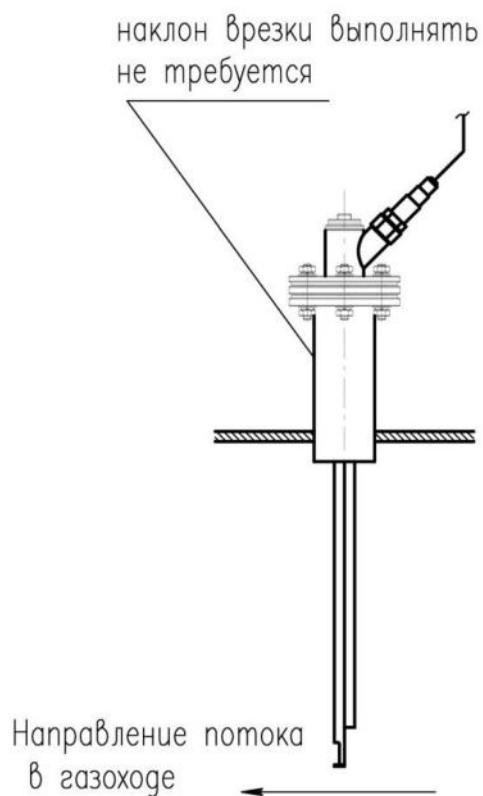
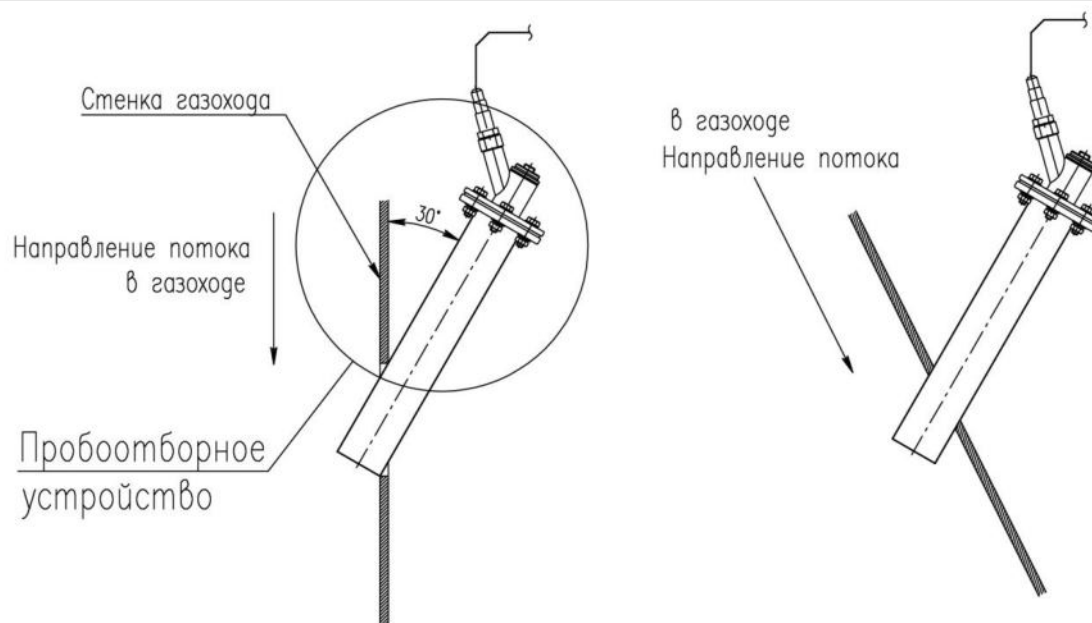
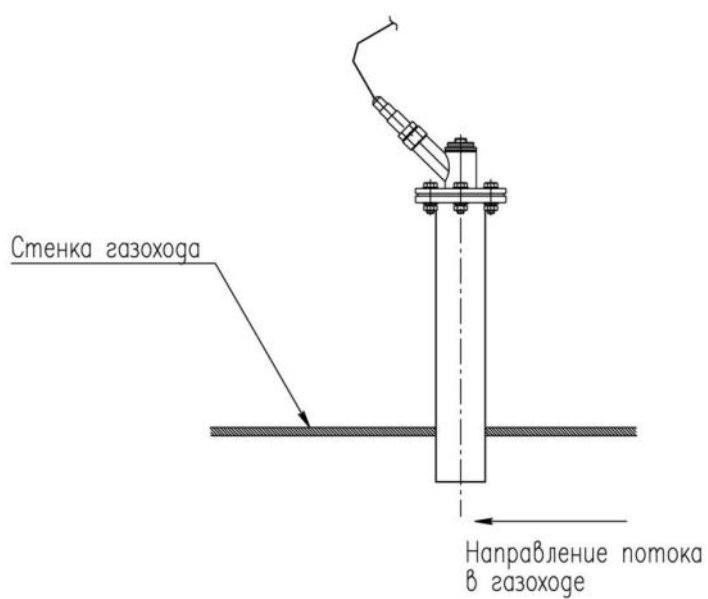

Рис. 5 – Рекомендуемое положение пробоотборного устройства для врезки с зондом (вертикальное)
Рис. 8 — Расположение пробоотборного устройства для вертикальных и наклонных участков шунтовых труб
Рис. 7 — Расположение пробоотборного устройства для горизонтальных участков шунтовых труб
Для шунтовых труб угольных котельных зонд может не использоваться, и камера измерительная устанавливается непосредственно на врезке, см. *Рис. 8, Рис. 7.*
– вертикальное, см. *Рис. 5*;
Рекомендуемые положения пробоотборного устройств для модификации без зонда (тип «косая врезка», для шунтовых труб) см. *Рис. 8, Рис. 7*:
При наличии в потоке газа большого количества твердых частиц, предпочтительное положение зонда – вертикальное (*Рис. 5, Рис. 7*).